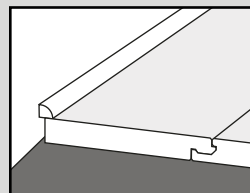

Abb. 8
10. Sobald der Bodenbelag verlegt ist, können die Abstandsklötze entfernt werden; kehren Sie den Boden mit einem weichen Besen. Bringen Sie die (bei Ihrem lokalen Händler erhältlichen) Sockelleisten oder geeignete Randstreifen an, um die Dehnungsfugen zu verdecken. Diese sollten an der Wand und nicht am Boden befestigt werden, sodass sich das Produkt ungehindert ausdehnen kann (Abb. 8 und 9).